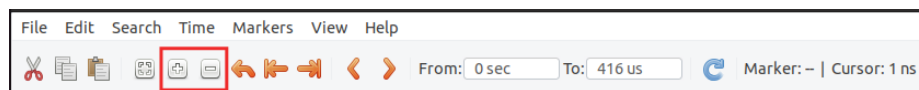

Figura 85. Botões de ampliar e reduzir (zoom)
9. Ampliar várias vezes para poder ver a alteração do sinal do relógio (Figura 85).